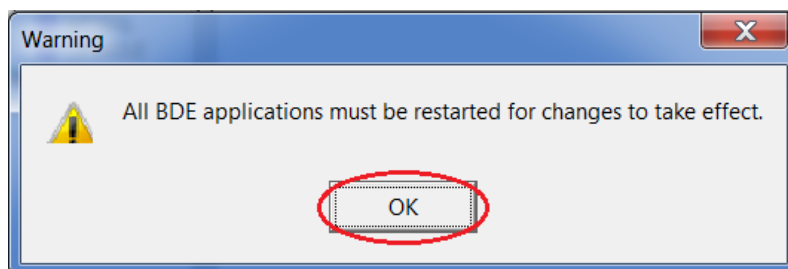

Рисунок A17.
6.5 Нажать кнопку «Ok» (см. рисунок A17).